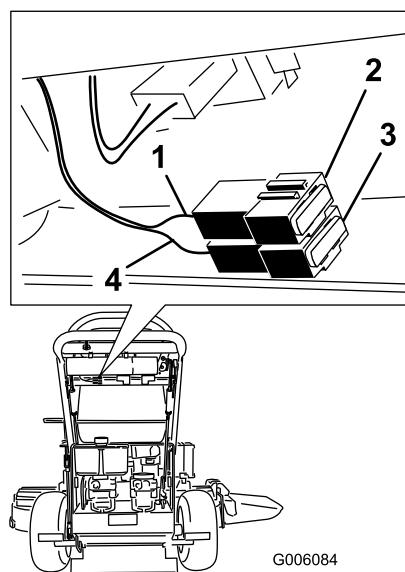

Figure 37
- Tirez le fusible pour le sortir ou le remplacer (Figure 37).
Remarque: Veillez à utiliser un fusible du bon calibre avec le fil de la couleur appropriée, comme illustré à la Figure 37